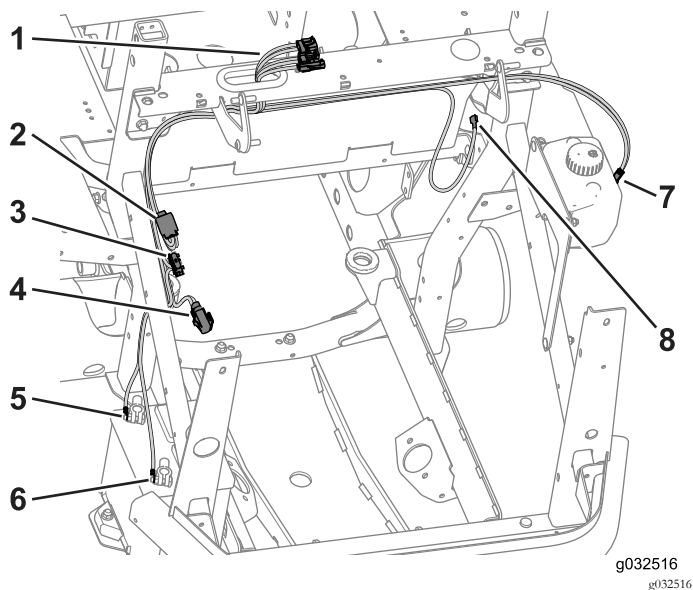

Figura 38
1. Enrute los 3 conectores de la cabina por el anillo de goma (Figura 38).
- Enrute el cable eléctrico auxiliar a través del soporte del bastidor, hacia abajo por el tubo del ROPS y hacia los controles del operador (Figura 38).
- Enrute el cable del lavaparabrisas a través del soporte del bastidor, hacia abajo por el tubo del ROPS y hacia el depósito del lavaparabrisas (Figura 38).